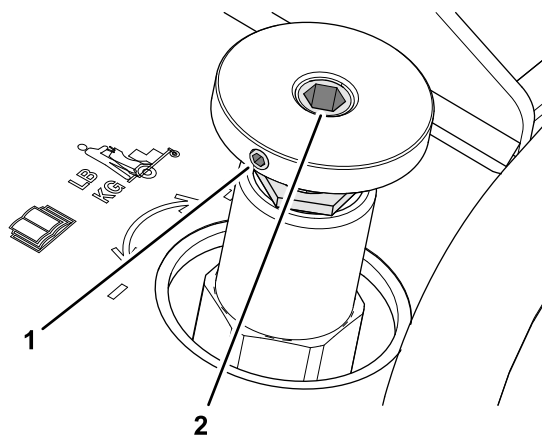

Рисунок 60
1. Ослабьте установочный винт в ручке клапана корректировки веса оператора; см. Рисунок 60 в разделе Настройка клапана корректировки веса оператора \(страница 57\).
**Примечание:** Не вращайте ручку во время снятия ее с вала. Если вам нужна помощь для сохранения положения вала клапана управления, вставьте шестигранный ключ в шестигранное гнездо вала, чтобы удерживать его в установленном положении; см. Рисунок 60 в разделе Настройка клапана корректировки веса оператора \(страница 57\).